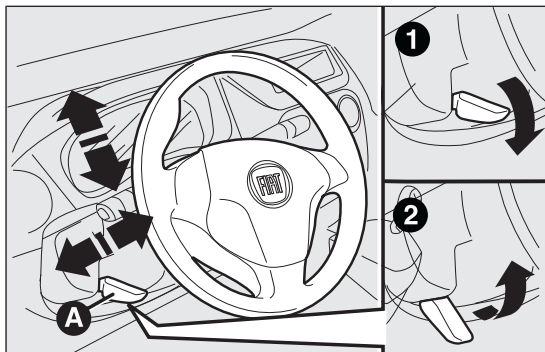

fig. 25
- ☐ bloquear la palanca A fig. 25 empujándola hacia delante (posición 1);